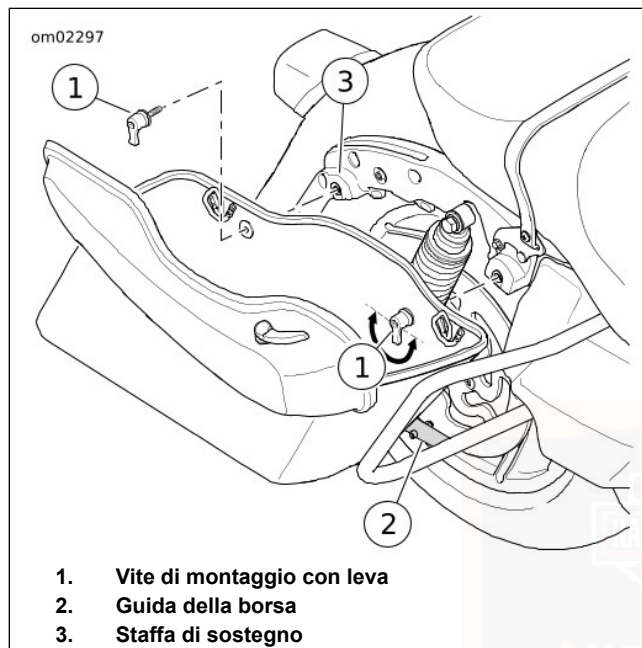

Figura 56. Rimozione/installazione della borsa
2. Vedere Figura 56 . Girare le leve della vite di montaggio in senso orario per rimuovere le viti di montaggio dalla staffa di sostegno.
1. Vedere Figura 56 . Posizionare con cura la borsa sulla sua guida. Allineare gli occhielli di montaggio ai fermi della staffa di sostegno.